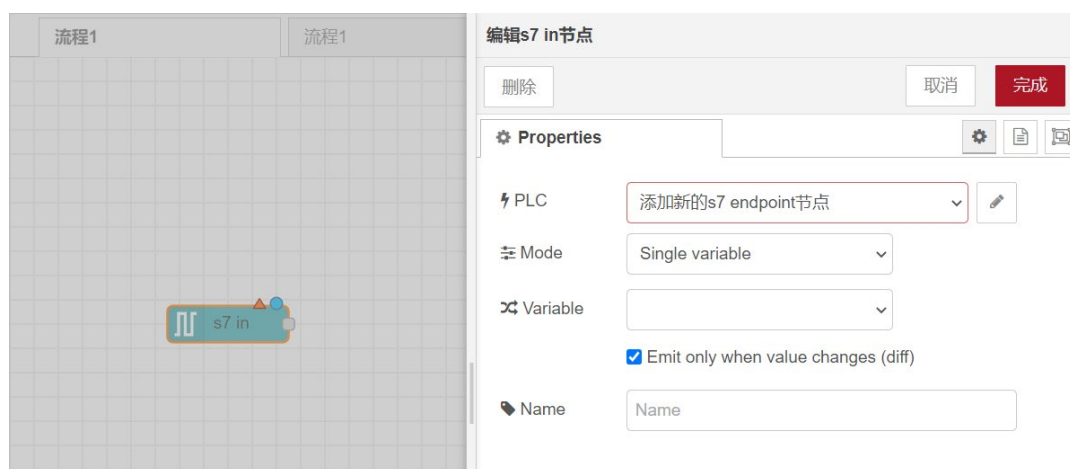

图1-27 编辑 S7 in 节点
(9) 双击 S7 in 节点，进入编辑界面。如图 1-27 所示。